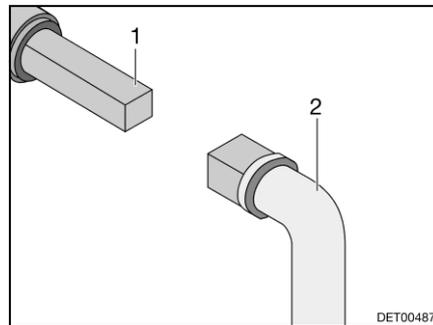

Fig. 127 Manejo del grifo para la eliminación de aguas residuales
- Insertar la llave (Fig. 127,2) en el cuadrado (Fig. 127,1).